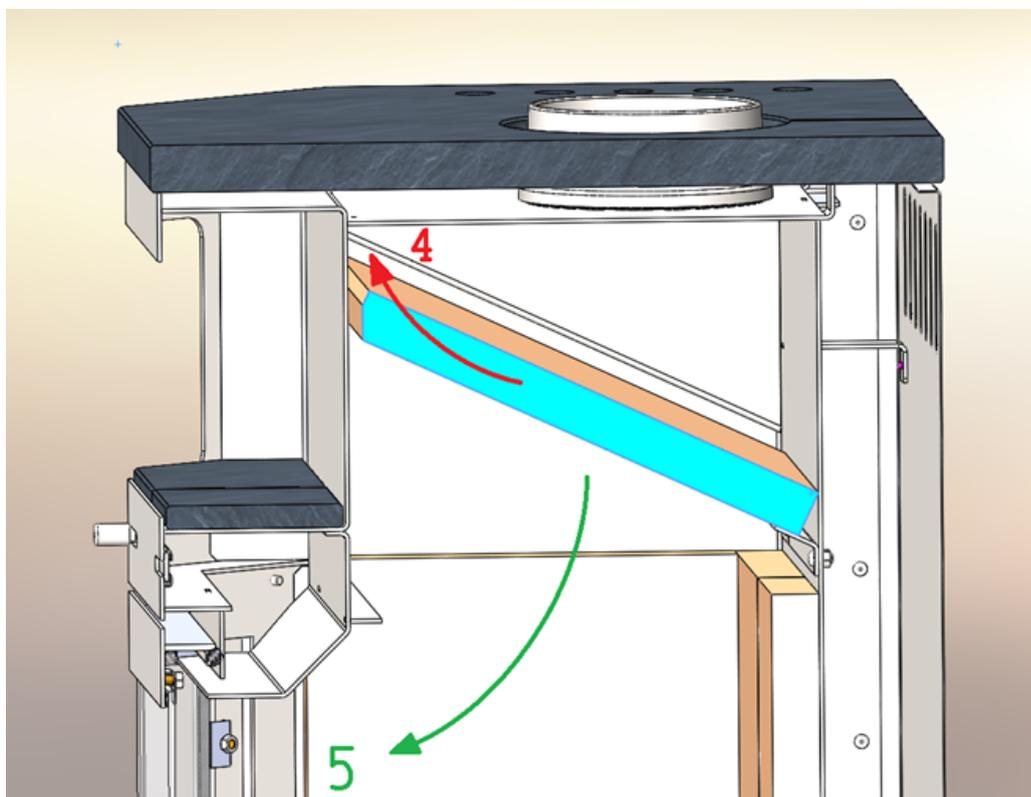

Abbildung 5 Demontage des Rauchgasdeflektors
8. Abbildung 5 Demontage des Rauchgasdeflektors	Seite 10